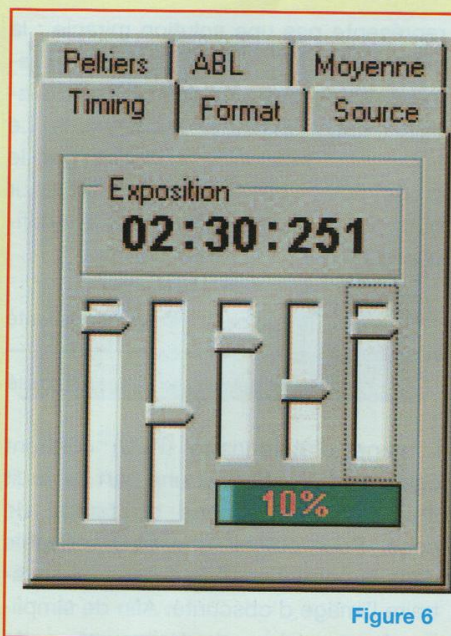

Figure 6
• L'ONGLET « TIMING » (figure 6)